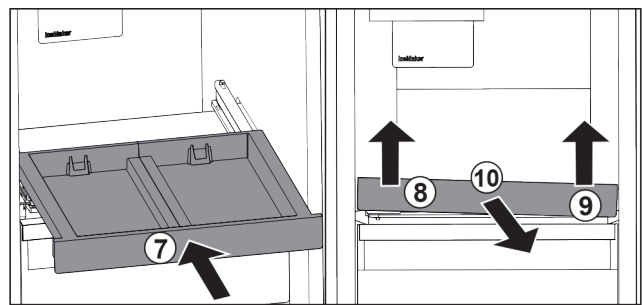

Fig. 102
- ▶ Uitschuifplateau erin schuiven. Fig. 102 (7)
- ▶ Uitschuifplateau linksvoor optillen. Fig. 102 (8)
- ▶ Uitschuifplateau rechtsvoor optillen. Fig. 102 (9)
- ▶ Uitschuifplateau er naar voren uitnemen. Fig. 102 (10)